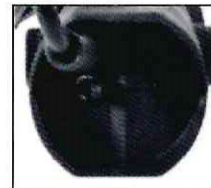

Рис. 1.
2. Убедитесь, что выключатель машинки находится в положении CLOSE (см. Рис. 1).
1.3. Завершив регулировку лезвий, подключите машинку к источнику питания, включите ее (см. Рис.1) и дайте ей поработать вхолостую 1 минуту. Если одно из лезвий не работает проверьте следующее: А. закреплен ли фиксирующий винт регулировочной прокладки; Б. повернута ли установочная гайка в нужное положение. В случае каких-либо проблем с вышеуказанными пунктами, закрепите винт или установите гайку в нужное положение. Если машинка нагревается до слишком высокой температуры, Свяжитесь с местной ремонтной мастерской или центром после продажного обслуживания для ремонта.